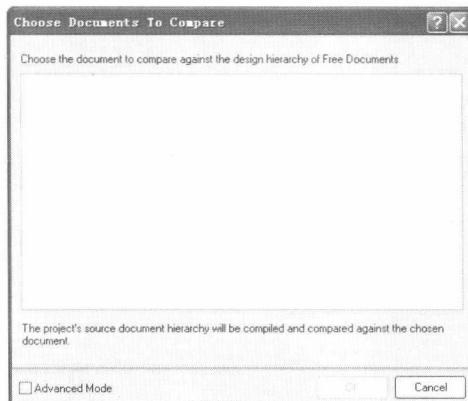

图 1-12 “Choose Documents To Compare”对话框
- ◆ “Show Differences”（显示差异）命令：运行该命令将弹出如图 1-12 所示的“Choose Documents To Compare”（选择文档比较）对话框。勾选“Advanced Mode”（高级模式）复选框，可以进行文件之间、文件与项目之间、项目之间的比较。